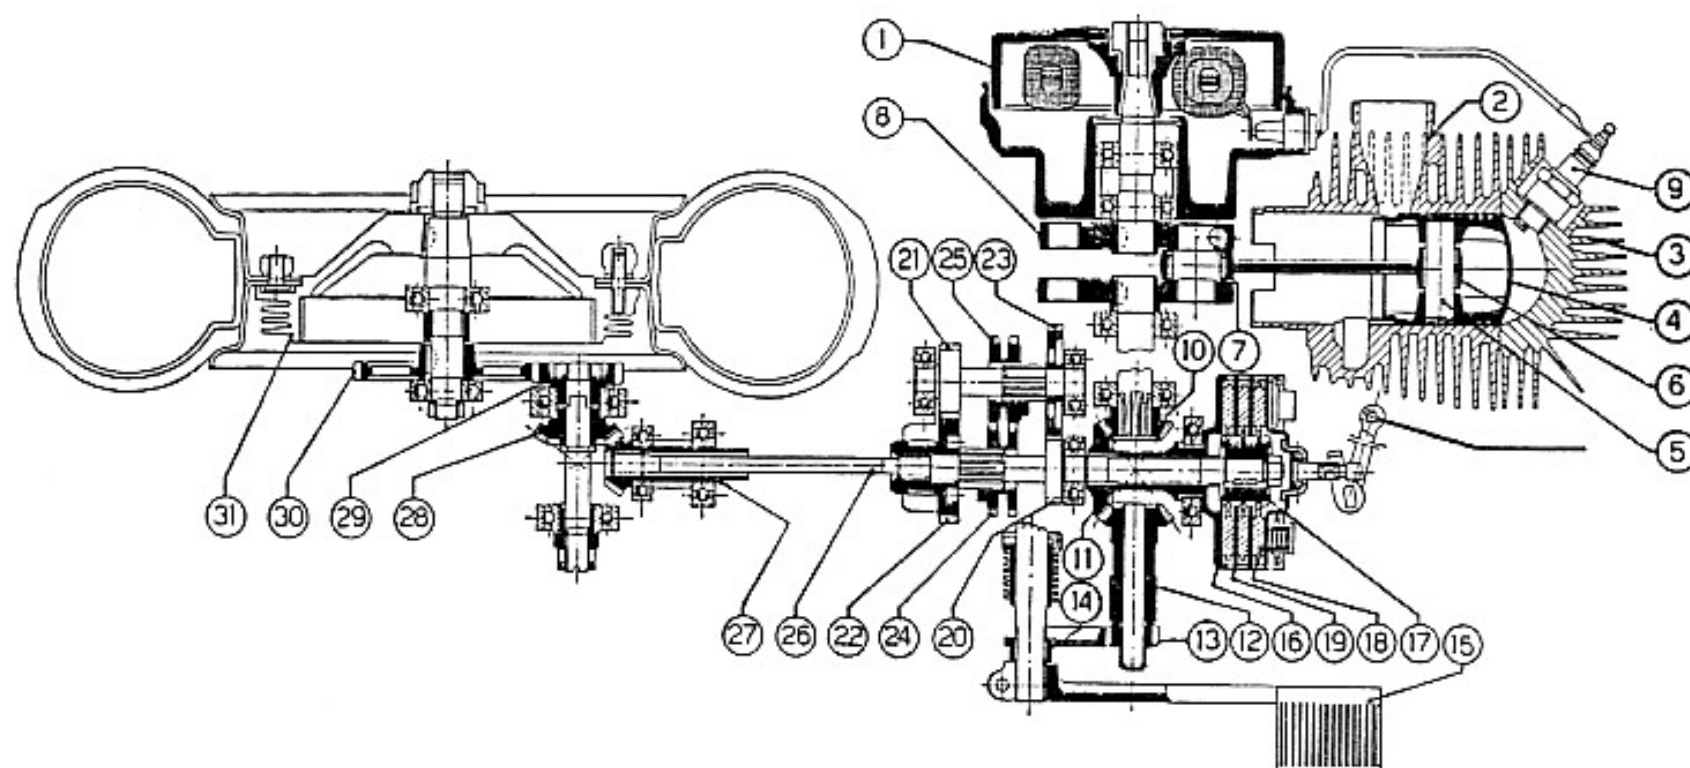

Fig 6
Sulla sinistra del carter motore è disposto il **volano magnetico** (1) (vedi fig. 6) che, oltre a generare l'alta tensione per l'accensione del motore, fornisce anche l'energia a bassa tensione necessaria all'alimentazione dei fanali; sulla destra sono situati: la **frizione**, il **cambio**, e gli organi di trasmissione; al centro il **gruppo motore vero e proprio**.